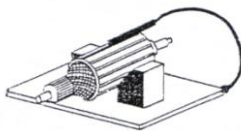

Imagen 1
A) VERIFICACIÓN DE CORTO CIRCUITO EN EL DEVANADO DEL INDUCIDO (Imagen 1)